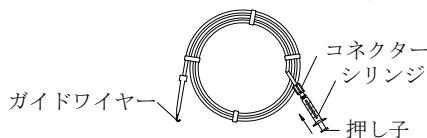

図1
- ケースのコネクターに生理食塩液等を入れたシリンジを接続して、ケース内をフラッシュし、ガイドワイヤーの表面を十分に濡れた状態にする（図1参照）。